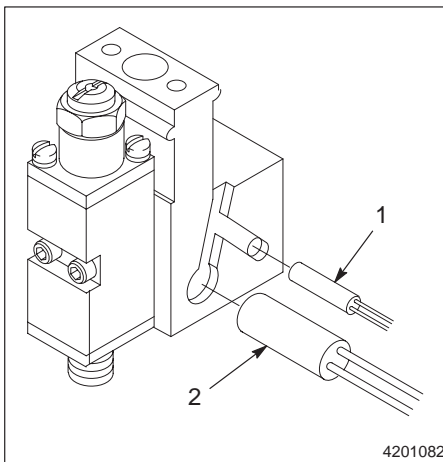

Fig. 6-4 Remplacement d'une sonde RTD ou d'une résistance chauffante
6. Consulter la figure 6-4. Insérer la sonde RTD (1) ou la résistance chauffante (2) dans la cavité du corps du pistolet.